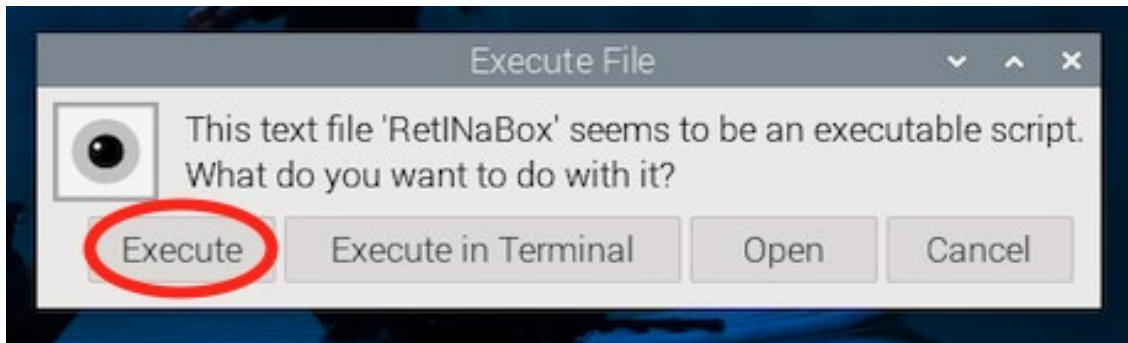

图 32：RetINaBox “Execute（执行）” 弹窗显示
- e. 当 RetINaBox 成功安装后，您会在桌面上看到一个新的应用程序图标。要打开图形用户界面（GUI），双击该 RetINaBox 桌面应用，并点击“Execute（执行）”（参见图 32）。欢迎来到 RetINaBox Lab！如果您未能成功地安装，请参考本手册的 A2 附录 2：故障排查（Troubleshooting）。